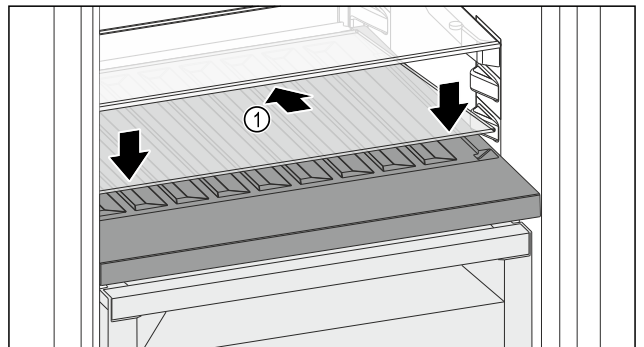

Fig. 214
- Posizionare il ripiano di vetro Fig. 214 (1) inclinato indietro e verso il basso.
- Abbassare la parte anteriore del ripiano di vetro Fig. 214 (1).